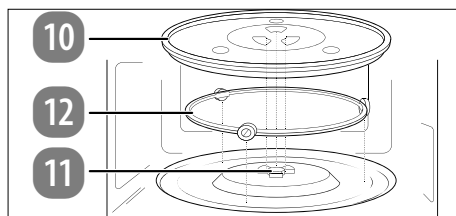

Fig. 6 – Colocación del plato giratorio
- ▶ No ponga en marcha el microondas sin haber colocado debidamente el plato giratorio de cristal (10).
- ▶ Compruebe que el eje de accionamiento (11) se inserta correctamente en la ranura de la base del espacio de cocción y que se halla plano sobre la base con sus hojas.
- ▶ En caso necesario, gire el eje de accionamiento (11) hasta que baje a la posición correcta.
- ▶ Introduzca el aro giratorio (12) en la cavidad del espacio de cocción y, a continuación, coloque el plato giratorio de cristal (10) centrado en el eje de accionamiento (11) (véase Fig. 6) de modo que las barras del plato giratorio (10) se sitúen entre las hojas del eje de accionamiento.